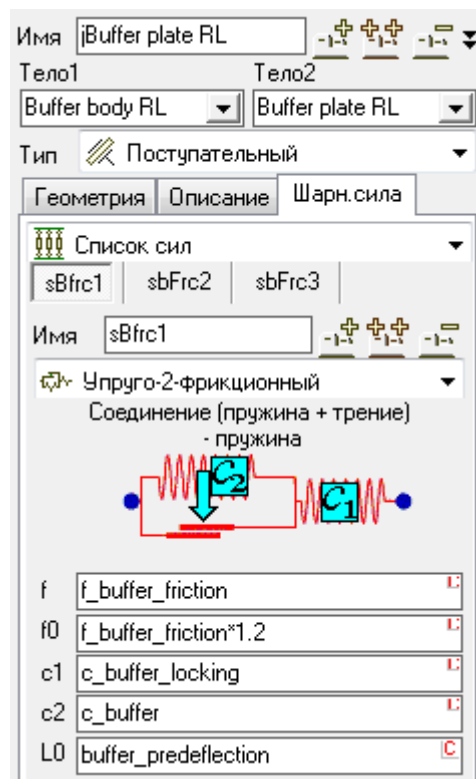
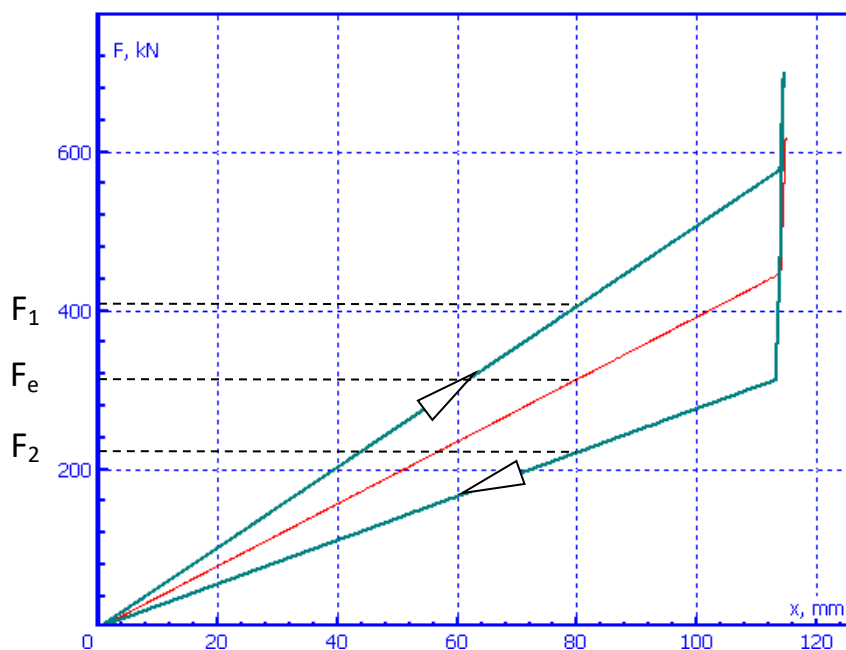
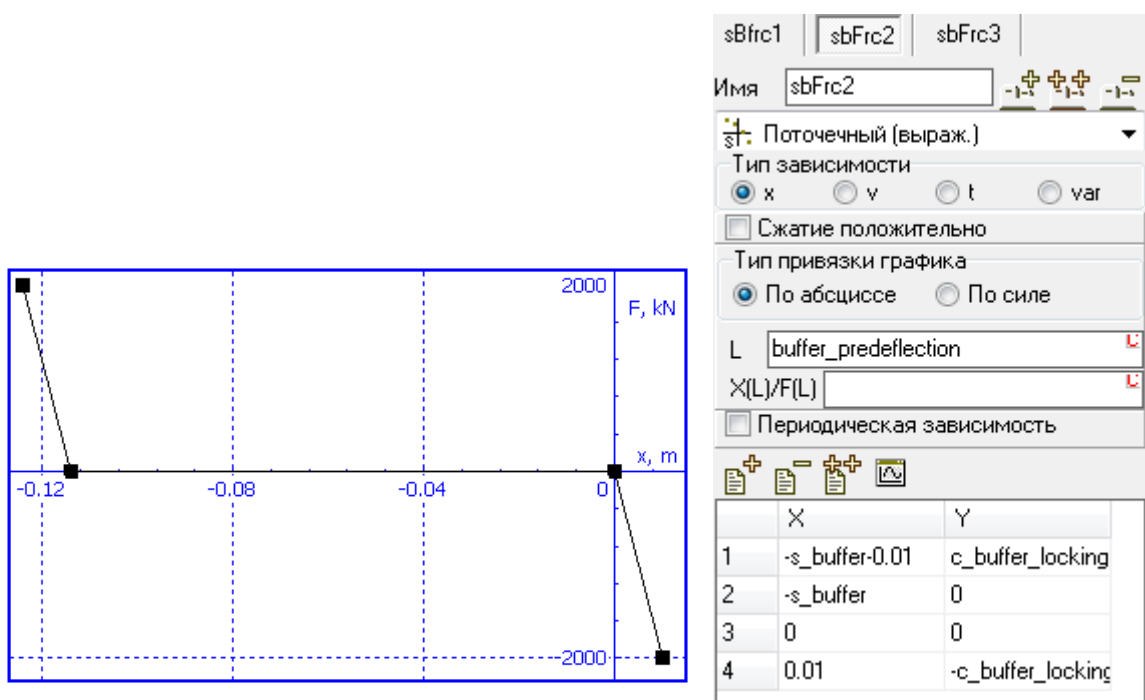

Рис. 1.32. Модель трения в поглощающем аппарате
Рис. 1.33. Гистерезисная характеристика поглощающего аппарата
Рис. 1.34. Ограничение по ходу поглощающего аппарата
1. Трение, рис. 1.32, рис. 1.33, тип задания силы «упруго-фрикционный», то есть трение, зависящее от силы сжатия пружины **C2**, жесткость которой задана идентификатором *c_buffer*. Подробное описание силы можно найти в Главе 2, п. Упруго – фрикционная сила 2.
В качестве примера рассмотрим значение силы при некоторой величине сжатия аппарата, рис. 1.33. При нагружении и разгрузке сила равна
- Вторая сила в группе задает ограничение по ходу поглощающего аппарата в пределах сжатия до максимального значения, параметризованного идентификатором s_buffer , рис. 1.34. Резкий рост силы при выходе на ограничение на рис. 1.33 вызван именно этим элементом группы сил, образующих модель поглощающего аппарата.